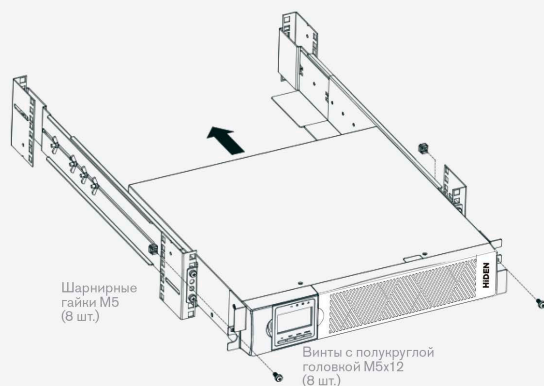

Рис. 4 Крепление передней части шкафа
- l. Закрепите переднюю часть ИБП на стойке с помощью винтов с полукруглой головкой М5х12 и одной закладной гайки М5 с каждой стороны (см. рис.4). Установите нижний винт на каждой стороне через нижнее отверстие кронштейна и нижнее отверстие рельса. Повторите процедуру для всех дополнительных ЕВР.